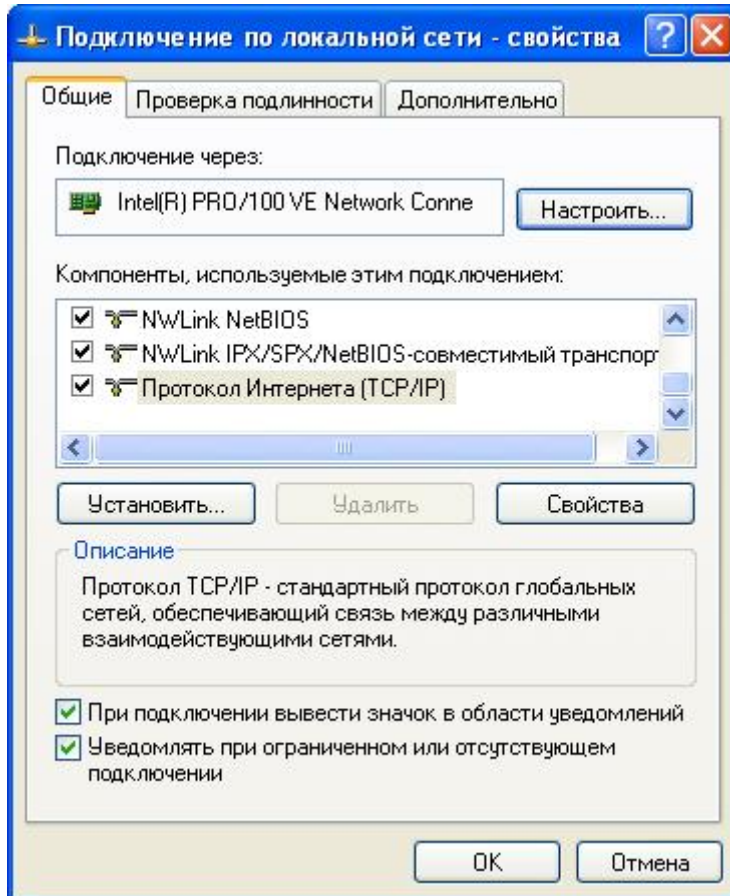

рис.1 «Подключение по локальной сети» - «Свойства»
3.2.2 На ПЭВМ в свойствах «Подключение по локальной сети» (см. рис.1), проверить настройки протокола TCP/IP (выбрать пункт «Протокол Интернета TCP/IP» - нажать кнопку «Свойства»).